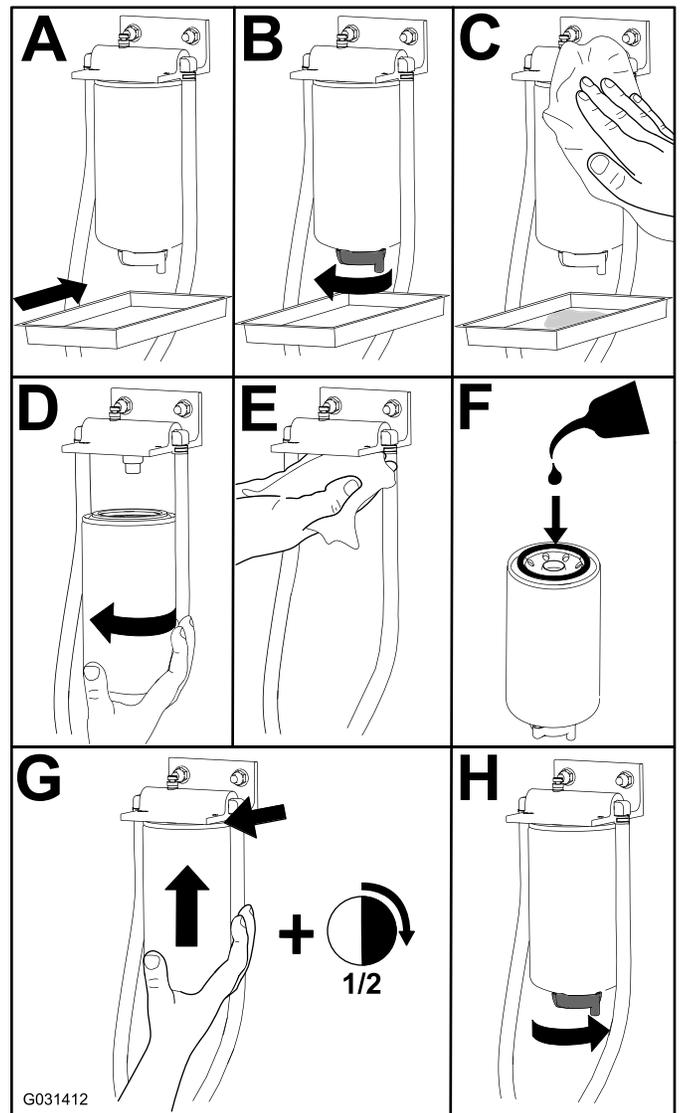

Рисунок 120
1. Замените фильтр, как показано на Рисунок 120.